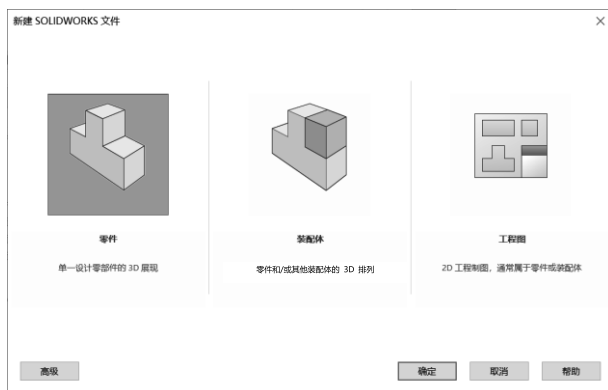

图 1-5 “新建 SOLIDWORKS 文件”对话框 1
- 01** 单击标准工具栏中的（新建）按钮，新建SolidWorks文件。系统会弹出“新建SOLIDWORKS文件”对话框，如图1-5所示，根据需要选择新建文件的类型。